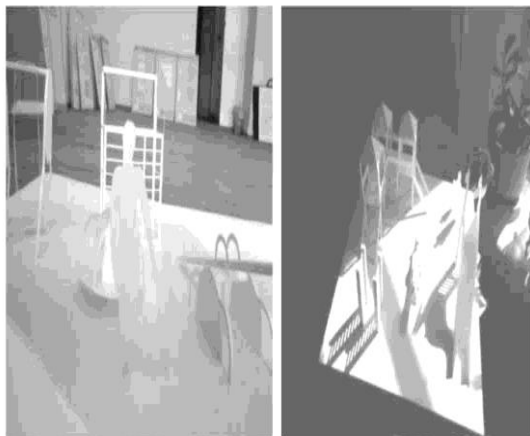

*Рис.14. Примеры выполнения макетов*
3. Сборка элементов макета из бумаги. Склеивание выполнять способом «встык» клеем ПВА (рис. 14).